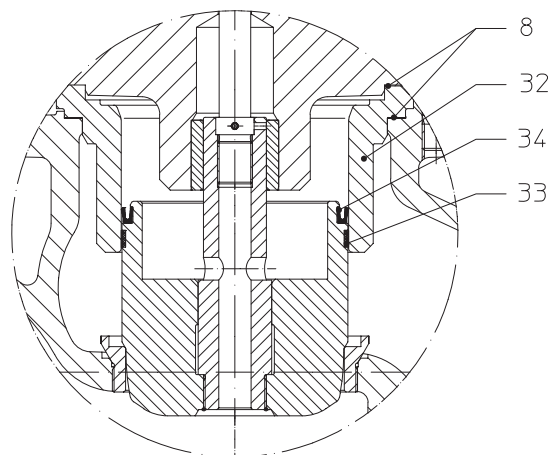

Рис. 17: затвор для понижения давления
- Установите новое уплотнение поршня (поз. 34) соблюдайте правильное монтажное положение (см. Рис. 17).